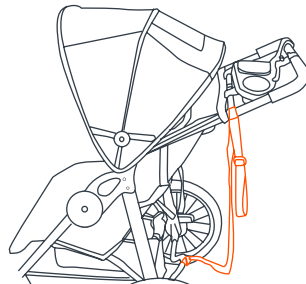

Fig. 16b
• La correa de seguridad debe permanecer conectada al travesaño del armazón inferior trasero en todo momento. Esta posición tiene como fin evitar que el cochecito se incline hacia atrás en caso de que usted se caiga al suelo. La correa de seguridad incluye un accesorio de Velcro para su almacenaje, a la izquierda del cochecito, cuando no está en uso (Fig. 16b).